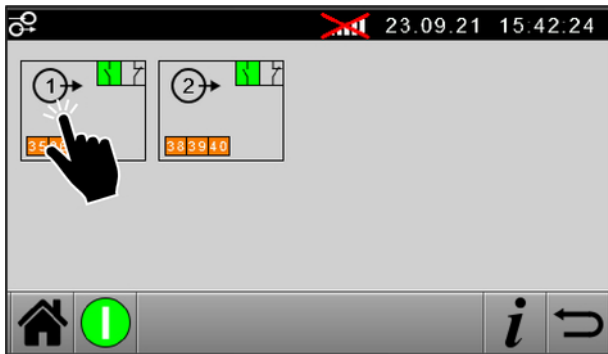

Abb. 53: Eingänge / Ausgänge wählen
1. Ausgang 1 oder 2 wählen (siehe Abbildung 53).